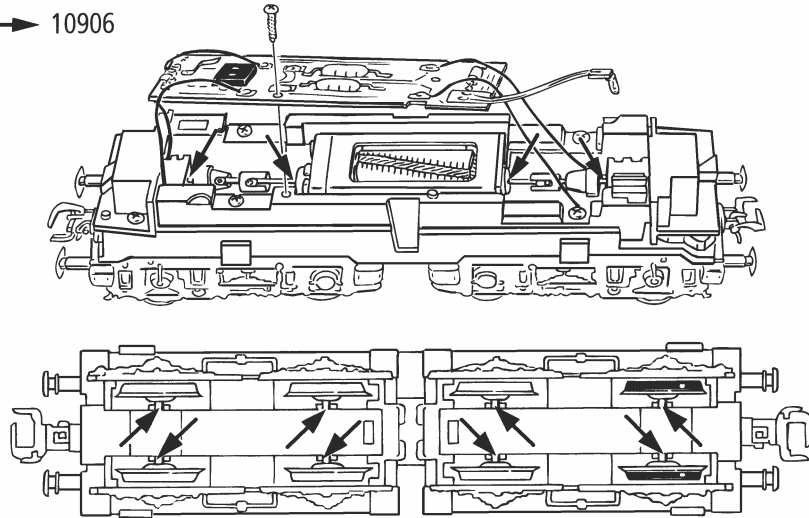
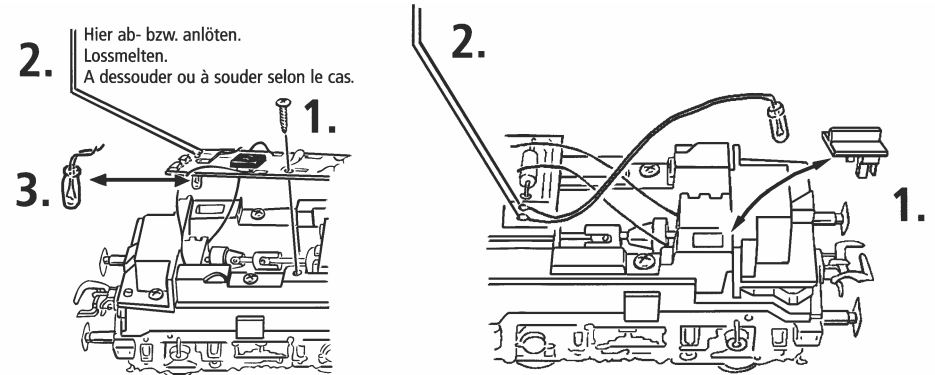

Fig. 8
Fig. 10
4. Haftreifenwechsel: Zuerst den Getriebedeckel abnehmen (Fig. 8). Danach den **Radsatz** herausnehmen und den **Haftreifen** mit einer Nadel oder einem feinen Schraubendreher abziehen (Fig. 10). Beim Aufziehen des neuen Haftreifens bitte darauf achten, dass dieser sich **nicht verdreht**.
Démontez d'abord le **couvercle du carter** des engrenages (fig. 8). Deloguez ensuite les essieux bandagés et enlevez, à l'aide d'une aiguille qu d'un tourne-vis fin les bandages d'adhérence (fig. 10). Lors du montage des nouveaux bandages veuillez à ce que les bandages **ne soient pas tordus**.
2. Het smeren: Op de aangegeven punten slechts **een enkel oliedruppeltje** (Fig. 7). Daartoe wel eerst het lochuis verwijderen (Fig. 3). Wij adviseren **Rovo-smeerolie art. 10906**. Voor het smeren van de aandrijving (tandwielen, wormwielen, etc.) adviseren wij **Roco-smeervet art. 10905**. Let op. Geen olie gebruiken waar smeervet zit (fig. 8).
4. Vervangen van antislipbandjes: Verwijder de dekplaat (Fig. 8), en til het wielstel eruit. Met een naald of kleine schroevendraaier kunt u de band verwijderen (fig. 10). Bij het omleggen van een nieuwe band dient u erop te letten dat deze niet is verdraaid.